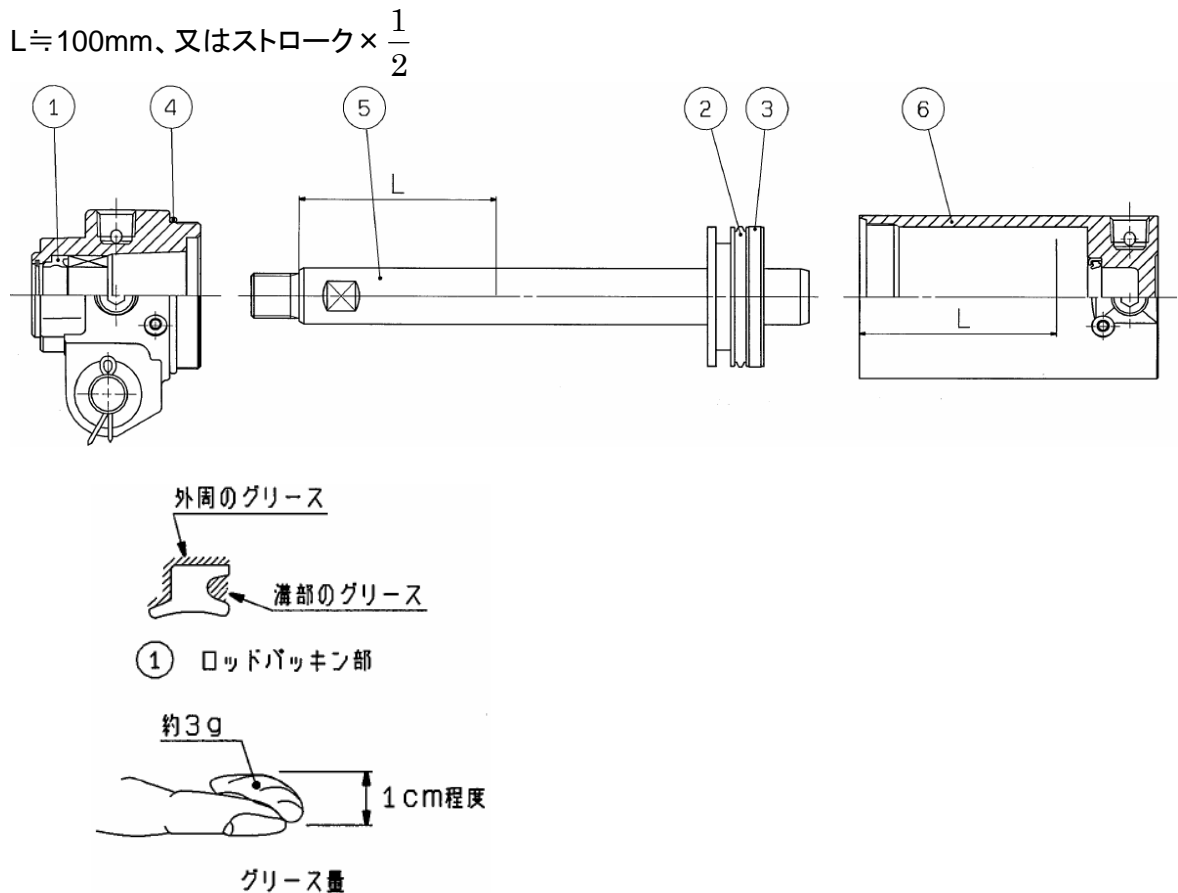

図5. グリース塗布位置
シリンダの各部品には図5の各部分にグリースを塗布しますが、100ストロークのシリンダ1本に付表1の量が必要です。目安としては人差指ですくった程度が約3(g)です。
1) ロッドパッキン(図 5, ①)
2) ピストンパッキン (図 5, ②)
3) チューブガスケット (図 5, ④)